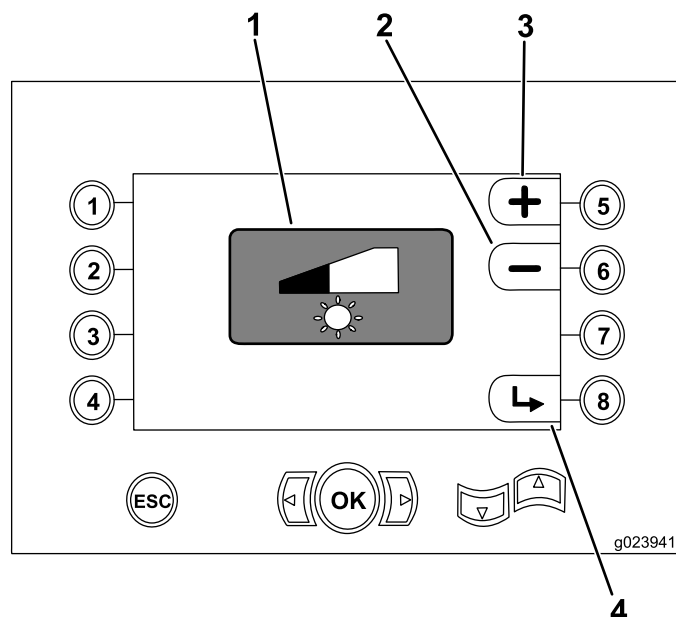

Рисунок 36
- Кнопка 5 – увеличение яркости дисплея (Рисунок 36)
- Кнопка 6 – уменьшение яркости дисплея (Рисунок 36)